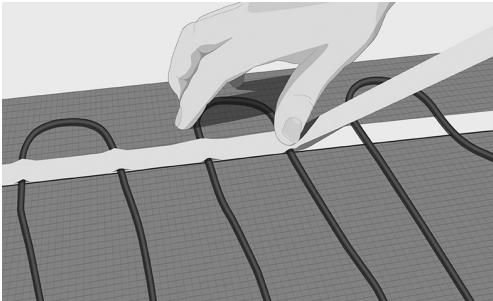

Fig. 12. Fäst kabeln med maskeringstejp
10. Fäst kabeln med hjälp av maskeringstejp. Maskeringstejen appliceras noggrant och tätt runt kabeln och ner på den dubbelsidiga tejen på golvet (Fig. 12).